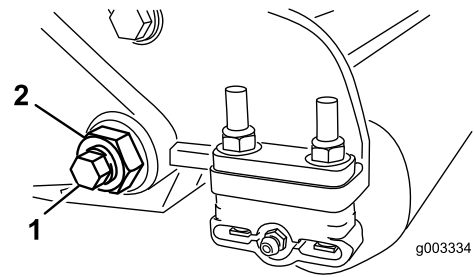

图 30
3. 在机器的另一侧松开固定底刀架螺栓 图 30 的锁紧螺母。
4. 拆下两个底刀架螺栓向下拉动底刀架并从机器螺栓 图 30 上拆下来。